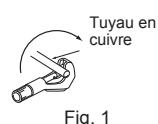

Fig. 1
- Le tuyau de vidange doit être dirigé vers le bas pour faciliter l'écoulement. (Fig. 1)
- Coupez correctement le tuyau en cuivre avec un coupe-tuyaute. (Fig. 1, 2)